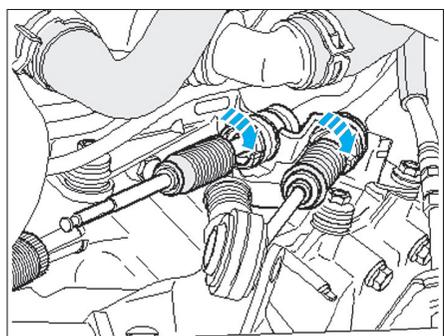

Fig. 30
- Extraire les deux câbles hors du contre-appui de la boîte de vitesses; à cet effet, tourner le raccord rapide dans le sens de la flèche et extraire les câbles du contre-appui vers le haut (Fig.30).